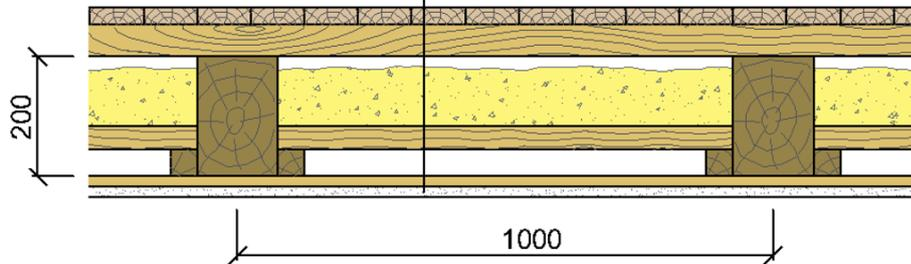

Рис. 1. Конструкция перекрытия (сечение поперек пролета)
2. Определить нормативную нагрузку на 1 м^2 от собственного веса перекрытия. Пусть дана конструкция перекрытия (рис. 1) с размерами в мм. Перекрывается пролет 4 м.